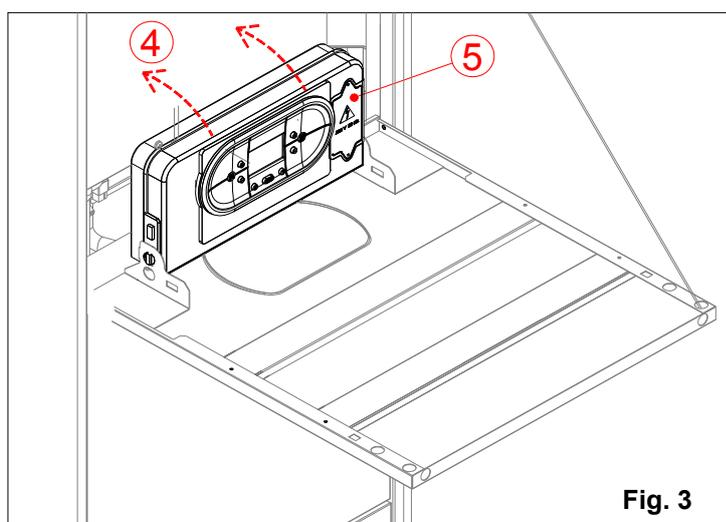

Fig. 3
- d. alzare il pannello ruotandolo verso l'alto ④ (fig. 3);